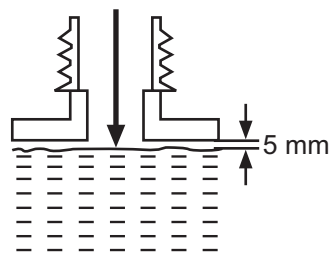

Fig. 11
- > Mettez le bon carburant dans le réservoir. Laissez au minimum 5 mm d'espace entre le haut du carburant et le bord intérieur du réservoir afin de permettre l'expansion (Fig. 11).